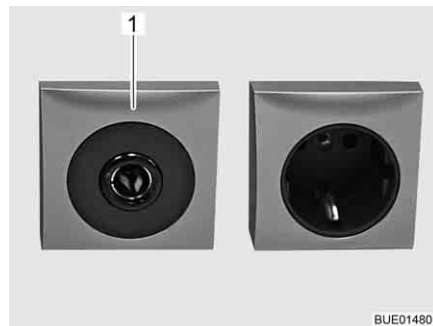

Fig. 150 Presa 12 V/10 A
- ▷ Alle prese (Fig. 150,1) della rete di bordo a 12 V, connettere solo apparecchi funzionanti al massimo a 10 A.